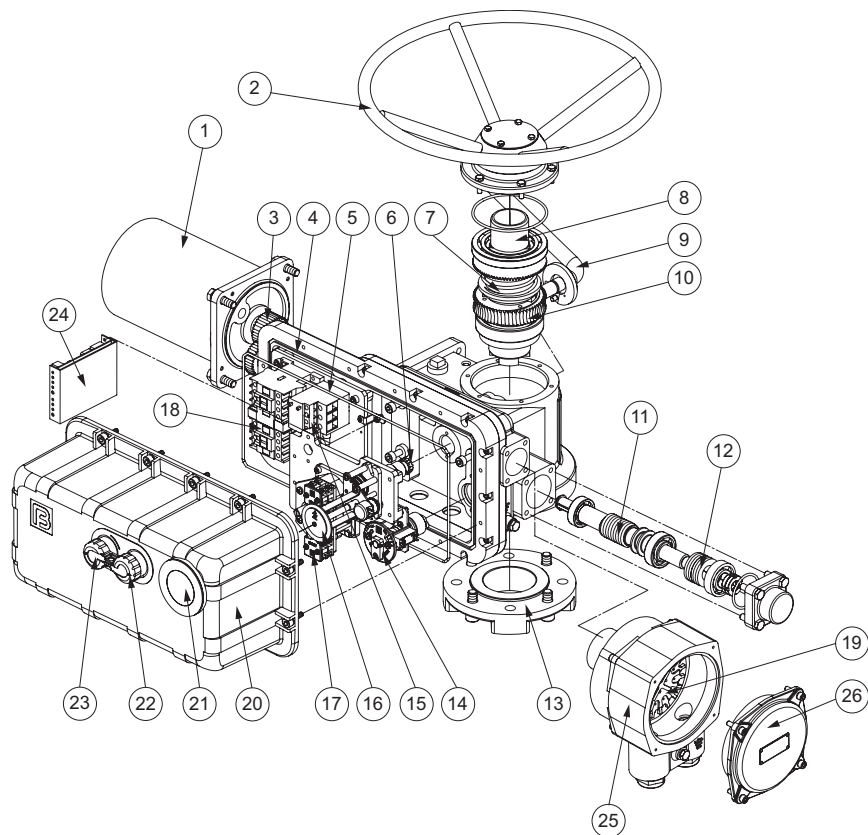

Рис.1 Электроприводы типа ГЗ-ВА, ГЗ-ВБ КСК
2.1 Электроприводы типа ГЗ-ВА, ГЗ-ВБ КС (рис. 1)
Двухсторонняя муфта ограничения крутящего момента (13) (рис. 1) состоит из червячного вала (10), сбалансированного по осевым перемещениям тарельчатыми пружинами (11) и ограничителя крутящего момента с пластиной С (рис 3).
Вращение от электродвигателя (1) (рис.1) через прямозубую цилиндрическую шестерню (3) передаётся на червячный редуктор (9, 10), который обеспечивает вращательное движение выходного вала (7) и через кулачковую муфту преобразуется в поступательное движение штока затвора арматуры.
Ограничитель хода выходного вала (14) (рис. 1) через переходной вал (5) механически связан с выходным валом (7) электропривода. После надлежащей настройки ограничитель хода выходного вала соответствует определенным положениям затвора. При достижении затвором арматуры этих положений срабатывают соответствующие микровыключатели, отключая электропитание электродвигателя.
Индикатор положения затвора арматуры (15) (рис. 1) механически связан с ограничителем хода выходного вала. После надлежащей настройки указания индикатора соответствуют определенным положениям затвора арматуры независимо от режима работы электропривода – ручного или электрического.